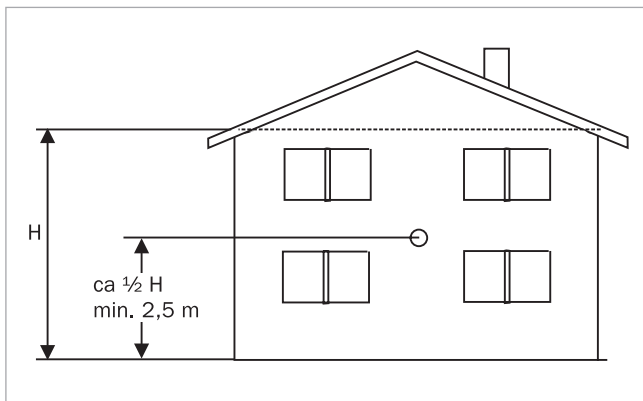

Abb. 28: Position des Außensensors
- Auf halber Höhe der Fassade, mindestens jedoch auf 2,5 m Höhe vorsehen (siehe → Abb. 28).